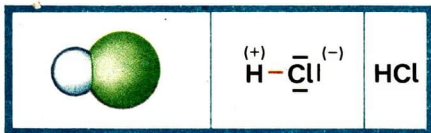

Abb. 14 Modell, Formel in Elektronenschreibweise und Formel eines Chlorwasserstoffmoleküls
**Bau des Chlorwasserstoff- und Wassermoleküls.** Beim Chlorwasserstoff und Wasser sind die Moleküle aus Atomen verschiedener Elemente aufgebaut. Im **Chlorwasserstoffmolekül** ist jeweils ein Wasserstoffatom mit einem Chloratom durch Atombindung verbunden. Das Außenelektron vom Wasserstoffatom und ein Außenelektron vom Chloratom bilden ein gemeinsames Elektronenpaar. Das Elektronenpaar hält sich jedoch nicht genau in der Mitte zwischen den beiden Atomen auf, wie das beim Wasserstoffmolekül und Chlormolekül der Fall ist. Es befindet sich mehr beim Chloratom. Dadurch ist das Chloratom elektrisch negativer als das Wasserstoffatom. Die **Atombindung** im Chlorwasserstoffmolekül ist **polar**. Das kann an der Formel in Elektronenschreibweise angegeben werden, indem man Plus und Minus als elektrische Ladungszeichen an die Symbole schreibt. Sie werden in Klammern gesetzt, um zu kennzeichnen, daß *keine* Ionen vorliegen (Abb. 14). ② ③